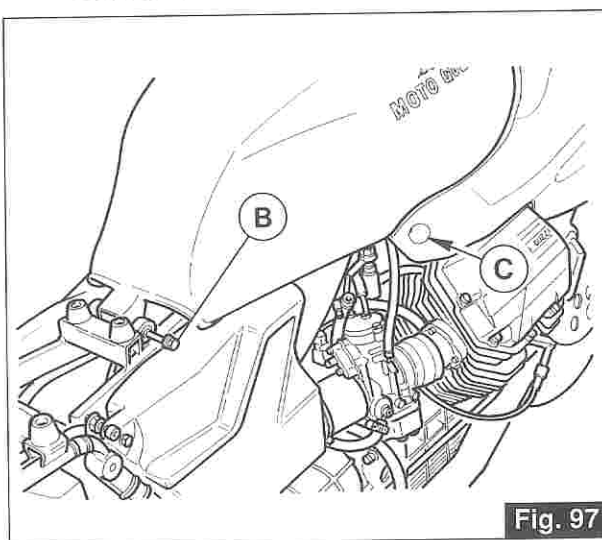

Fig. 97
11.4 SOSTITUZIONE FILTRO ARIA (fig. 97 e 98)
11.4 CHANGING THE AIR FILTER (fig. 97 and 98)